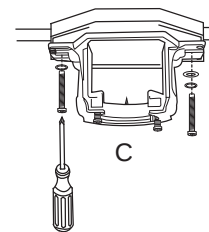

Fig. 4
4. Asegure el soporte de montaje (C) a la caja de salida con los tornillos, las arandelas de resorte, y las arandelas planas provistos con la caja de salida. [Fig. 4]
***Nota:** Es muy importante usar los artículos de ferretería correctos al instalar el soporte de montaje (C) puesto que sirve para sostener el ventilador.